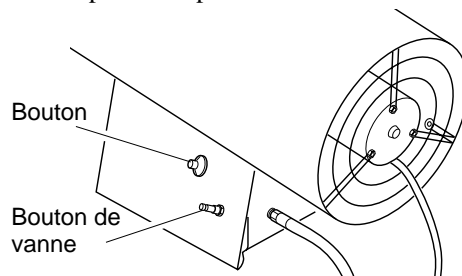

Figure 5 - Boutons de vanne de commande automatique et d'allumeur piézo-électrique
- Appuyer sur le bouton de vanne de commande automatique et le maintenir enfoncé (voir la figure 5). Appuyer sur le bouton d'allumeur piézo-électrique (voir la figure 5). Il peut être nécessaire d'appuyer de 3 à 8 fois sur ce bouton pour allumer le brûleur. Maintenir le bouton de vanne de commande automatique enfoncé pendant 30 secondes après l'allumage du brûleur.